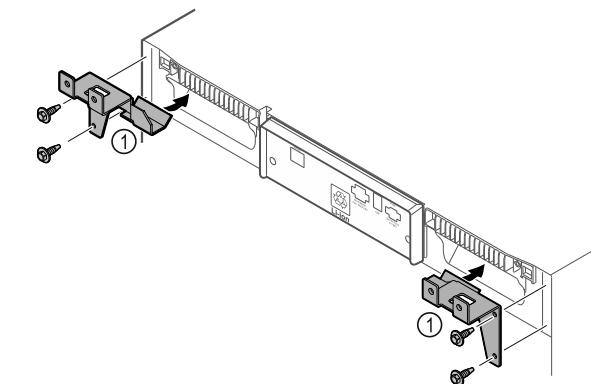

Fig. 12
- Montirajte pridržne dijelove Fig. 12 (1) s pomoću samoureznih vijaka na uređaj.